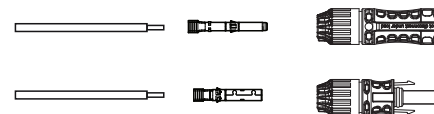

图3.13 拆卸连接器盖螺母
1. 剥去直流线缆约7毫米，拆下连接器盖螺母。（参见图3.13）